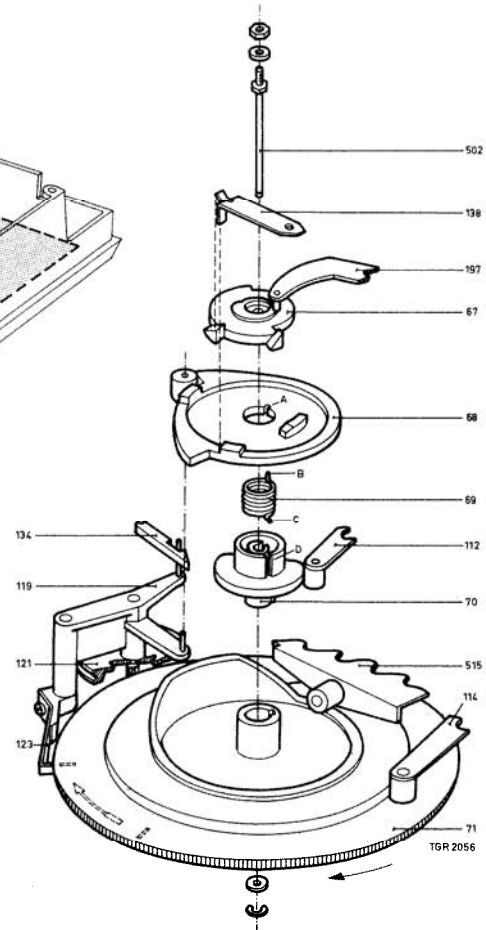

Fig. 4
Het weer monteren van de commandoschijven pos. 67, 68, 70 en 71 (zie fig. 4)